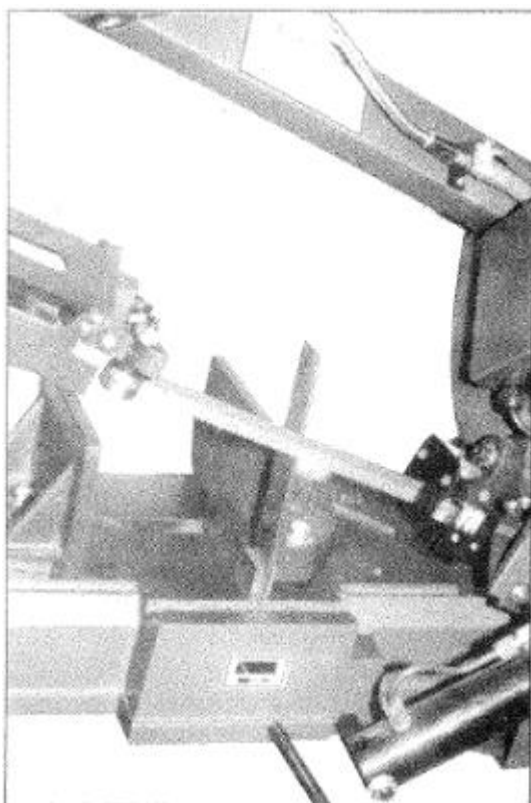

Рис. 11
2. Установить угольник на столе рядом с полотном (рис. 11.)
4. При необходимости регулировки, следует ослабить винты (А на рис. 11) и слегка поверните направляющие полотна в том же направлении до тех пор, полотно не соприкоснётся с угольником по всей ширине.